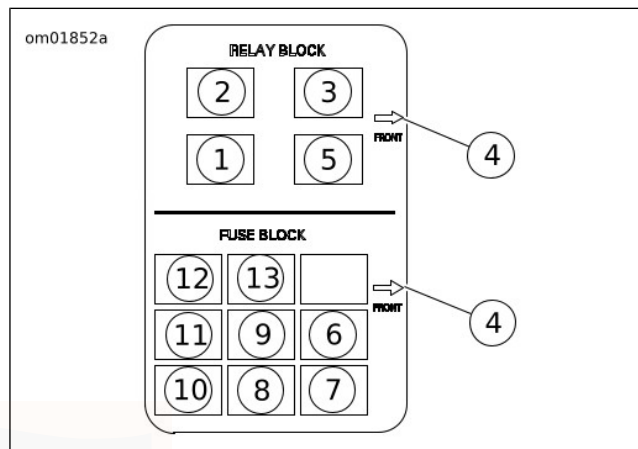

Figure 50. Identification des relais et des fusibles
4. Voir Figure 50. Retirer le fusible suspect et inspecter l'élément. Remplacer le fusible si l'élément est brûlé ou fendu. Se référer au Tableau 33.